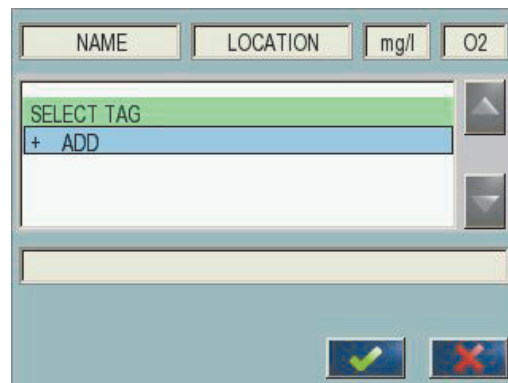

Bild 49 Hauptmenü des Formeleditors
2. Das Hauptmenü des Formeleditors wird angezeigt (Bild 49). Tippen Sie die Textfelder an, um Namen, Standort, Einheit, Parameter und Formeln zu bearbeiten.